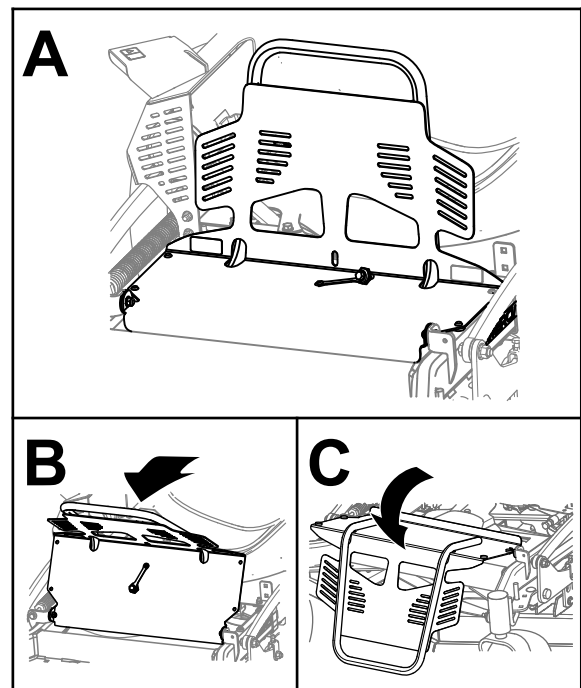

Figura 30
2. Gire el protector del motor hacia delante, tal y como se muestra en la Figura 30